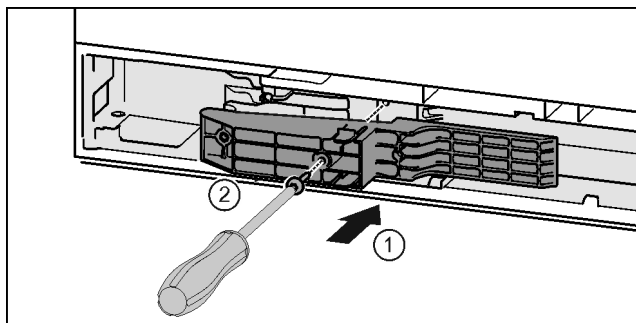

Fig. 45 \*
- ▶ Prilagodilnik na strani z ročajem vstavite v odprtino. Fig. 45 (1)\*
- ▶ Trdno privijte vijake z izvijačem T15. Fig. 45 (2)\*